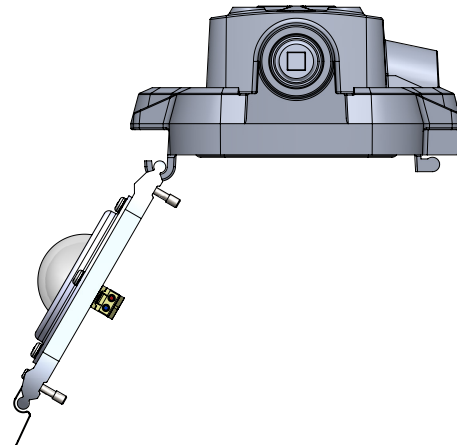

Figura 5. Extracción o instalación de la conexión del motor de luz LED
8. La conexión del motor de luz LED debe estar ahora desconectada y puede levantarse de los ganchos de las carcasas de los controladores de la luminaria (consulte la Figura 5).
10. Cuelgue el conector del motor de luz LED de repuesto en los ganchos de la carcasa del controlador, como se muestra en la Figura 5.
10. Cuelgue el conector del motor de luz LED en los ganchos de la carcasa del controlador como se muestra en la Figura 5.